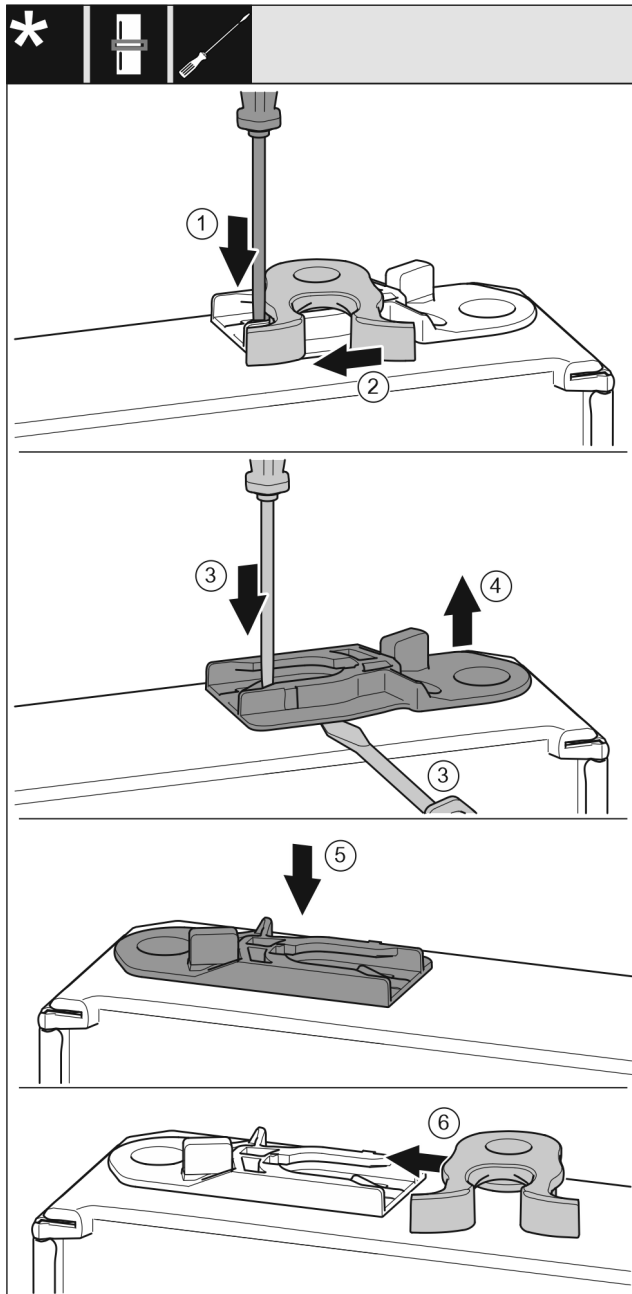

Fig. 47 *
- Shtypni për poshtë gjuhëzën Fig. 47 (1) me një kaçavidë me kokë petë.*
- Nxirrni jashtë nga foleja udhëzuese grepat e mbylljes Fig. 47 (2).*
- Nxirrni jashtë manikotën udhëzuese Fig. 47 (3, 4): Shtypni gjuhëzën me një kaçavidë me kokë petë dhe në të njëjtën kohë futni një kaçavidë me kokë petë poshtë manikotës udhëzuese.*
- Futni në anën tjetër të kasës manikotën udhëzuese Fig. 47 (5) të përfshirë në përmbajtjen e paketimit.* Pajisjet pa amortizator të mbylljes.*
- Futni grepat e mbylljes Fig. 47 (6) në folenë udhëzuese.* Pajisjet me amortizator të mbylljes.*